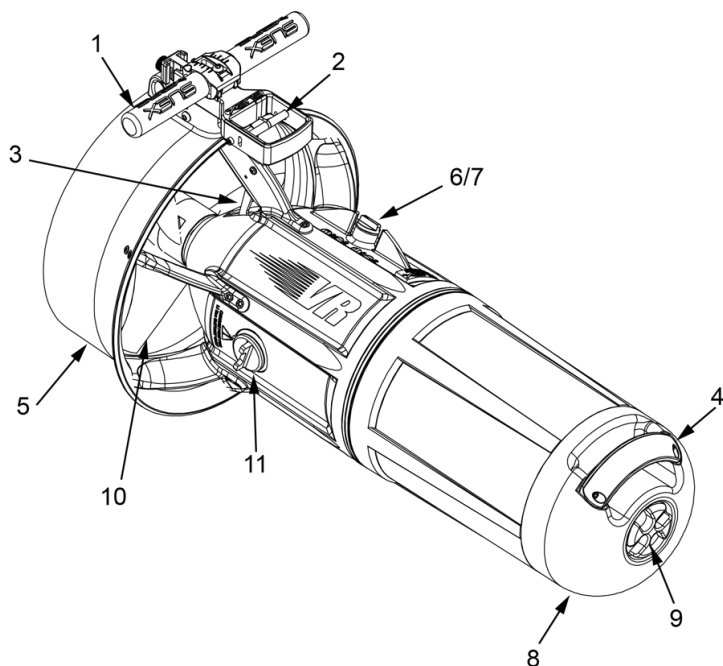

Fig 1 - Descrizione delle parti
Lo Scooter subacqueo VRT EVO 72328 è costituito da un corpo cavo perfettamente ermetico, dalla forma idrodinamica, (Fig 1 - a pag. 6), all'interno del quale sono alloggiati il motore elettrico, le batterie ricaricabili ed il riduttore di velocità necessari a muovere un'elica che fornisce una spinta propulsiva.
Frontalmente è presente una maniglia (4 - Fig 1 - a pag. 6) da utilizzare per la presa ed il sollevamento dello Scooter e il musone (8) la cui apertura dà accesso al vano batterie. L'apertura del musone è possibile ruotando in senso antiorario il pomello di chiusura (9)